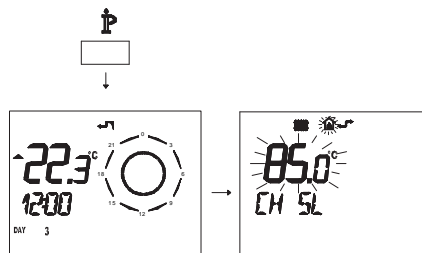

Figura 5.42
- Premere per più di 3 secondi il pulsante  para per entrare in modalità **INFO** (Figura 5.42).